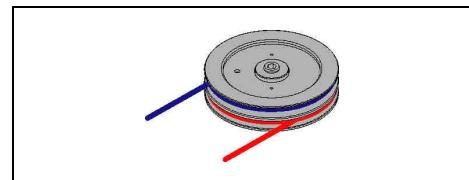

Fig. 06
- per rotazione oraria: la gola inferiore del tamburo deve essere utilizzata per il tiro della scotta (scotta rossa - Fig. 06);
- per rotazione oraria: la gola superiore deve essere utilizzata solo per il tensionamento della scotta, non deve essere utilizzata per il tiro (scotta blu - Fig. 06);